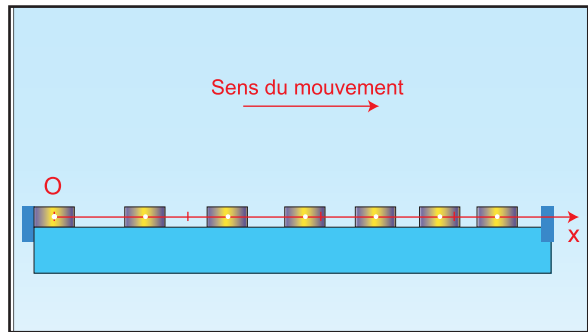

Fig.27
- 3.** La figure 27 représente la chronophotographie d'un solide en mouvement de gauche à droite. Quelle est la nature du mouvement étudié ? Justifier.
6. Sur la chronophotographie ci-contre, (Fig.27), la durée séparant deux photos successives est 0,02s. L'échelle du document est 1/4. On admettra que la vitesse instantanée dans une position n est égale à la vitesse moyenne entre les positions $(n+1)$ et $(n-1)$.